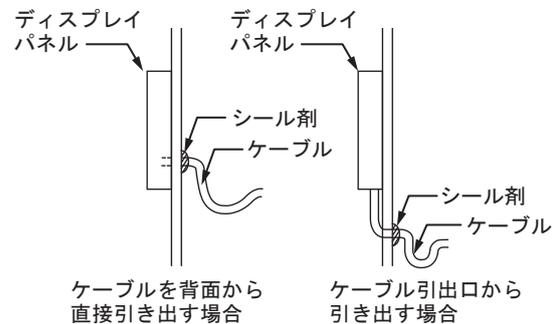

図8 ケーブルの配線
- (4) ケーブル配線上の注意
- 水の浸入を防ぐため、図8のようにたるませてください。